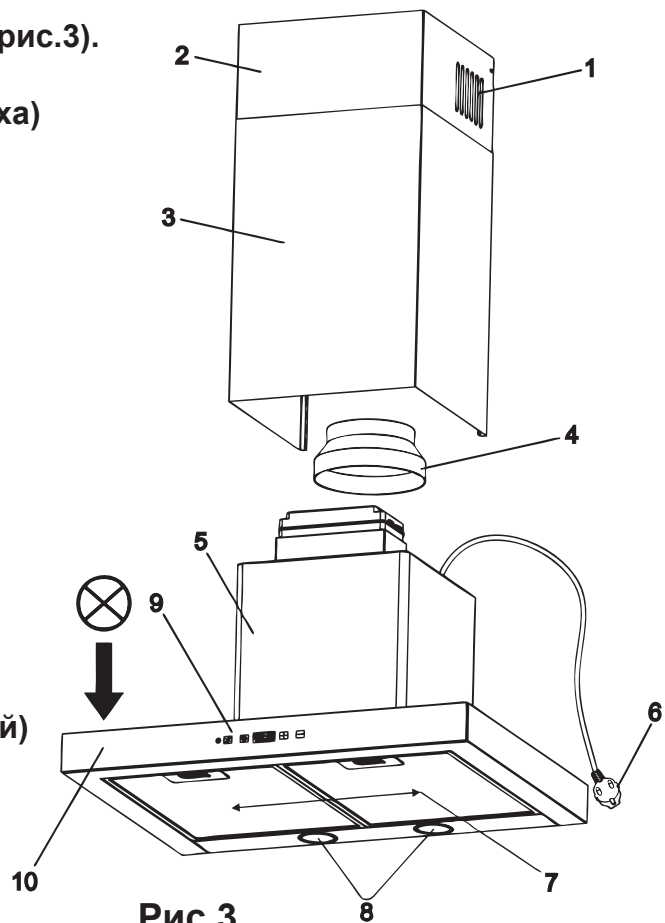

Рис.3
5.3 Вытяжка состоит из следующих составных частей (рис.3).